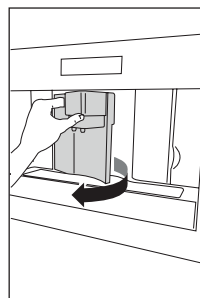

Fig. 23
- ▶ Deschideți ușa de serviciu (Fig. 23).